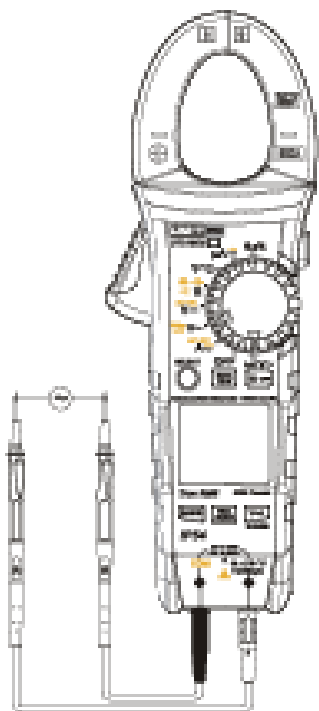

Рис.6
3. и выберите диапазон измерения переменного напряжения V и параллельно подключите щупы к источнику питания или нагрузке, которую необходимо измерить. Рис.6.